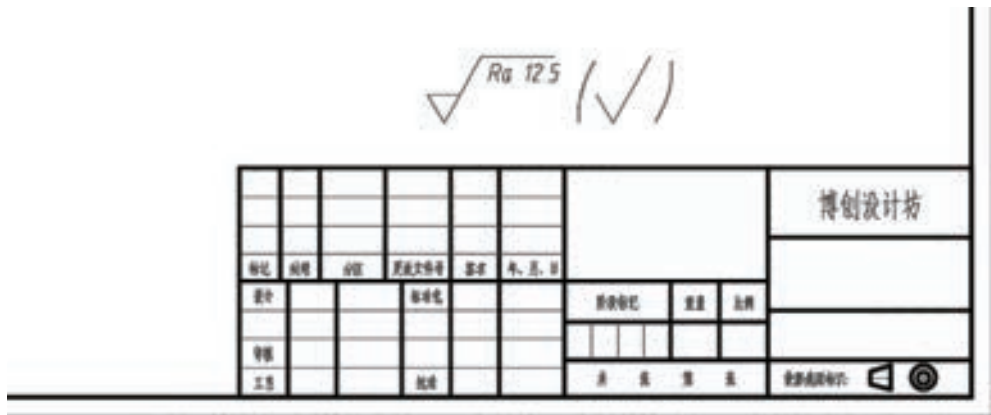

图 8-111 注写其余表面结构要求
-B”图形块，“比例”默认为“1”，旋转“角度”为“0”，插入点默认为“在屏幕上指定”，单击“确定”按钮。在标题栏附近单击一点以放置其余表面结构要求，并输入表面结构要求参数值为“Ra 12.5”。注写结果如图 8-111 所示。